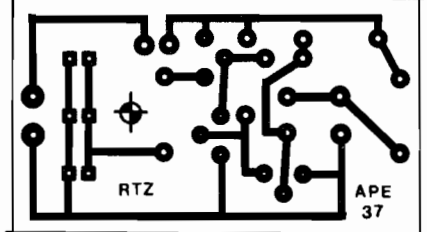
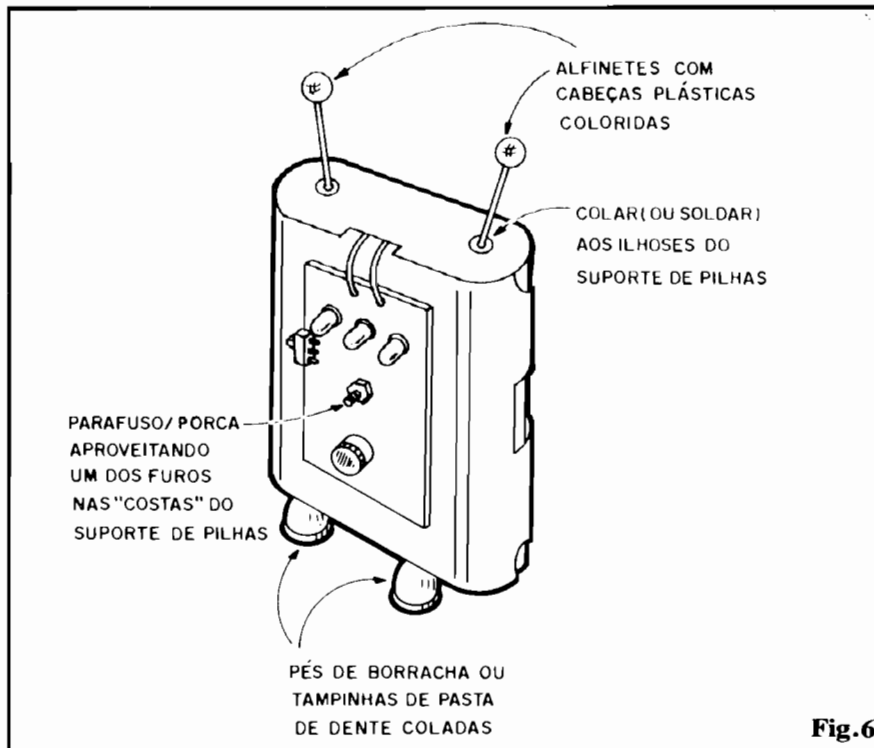

Fig. 3
Fig.6
- FIG. 3 - LAY OUT DO CIRCUITO IMPRESSO ESPECÍFICO - Sem muito "segredo", já que trilhas e ilhas são poucas (proporcionais ao pequeno número de componentes...) e dispostas com relativa "folga"... Na verdade, o circuito em si poderia ser implementado sobre uma plaquinha medindo 1/3 ou até 1/4 das dimensões mostradas pelo lay out, entretanto, certos aspectos do próprio arranjo final da montagem e do acoplamento eletro-mecânico
- FIG. 6 - ESTRUTURANDO O ROBOZINHO... - Se as coisas foram feitas de acordo com as recomendações inerentes às figuras anteriores, não haverá dificuldades em fixar o conjunto conforme sugere a ilustração... O suporte de pilhas tipo "canoa" apresenta, nas suas "costas", dois furos centralizados, dos quais um deverá "bater" direitinho com a posição da furação já demarcada na placa de Impresso (rever fig. 3...). Um simples conjunto parafuso/porca